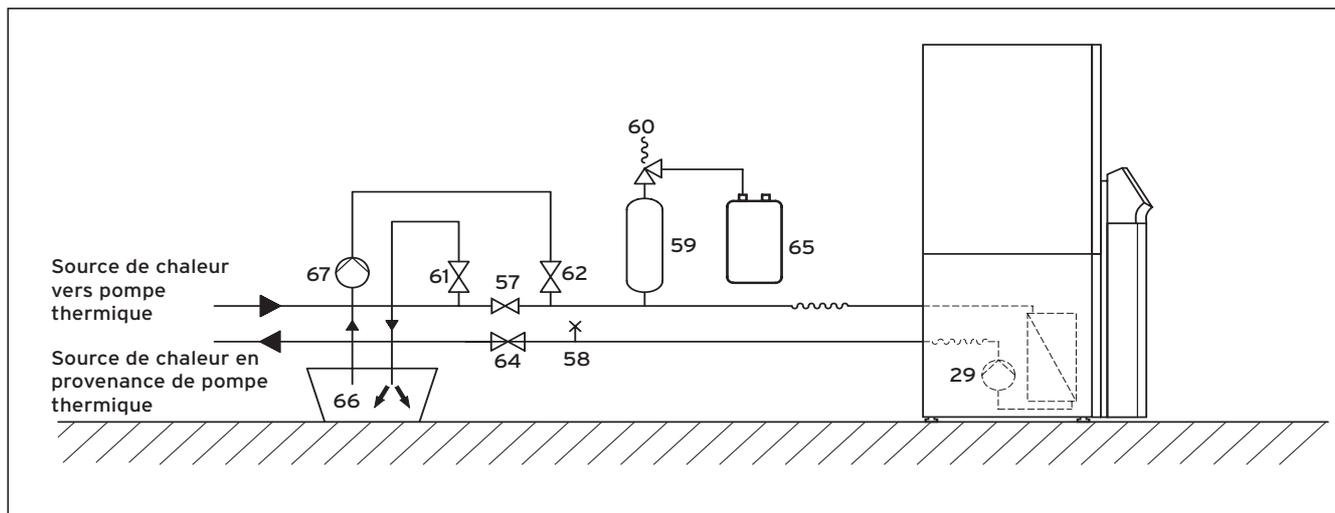

Fig. 5.4 Circuit d'eau glycolée
Légende de la fig. 5.4
- mélangez l'eau et le produit antigel à part, dans un récipient (p.ex. dans un bidon en plastique) en respectant la concentration prescrite (voir Fig. 5.4, pos. 66). Chaque mélange doit être minutieusement homogénéisé ;
- déversez ensuite le mélange glycolé du récipient (66) dans le système de source de chaleur. Pour ce faire, vous aurez besoin d'une pompe de remplissage (67) qui purge en même temps le circuit collecteur lors du remplissage. Nous vous recommandons d'utiliser la pompe de remplissage Vaillant (réf. 307 093). Raccordez la conduite forcée de la pompe à la vanne d'arrêt (62) ;
- fermez la vanne d'arrêt (57) ;
- ouvrez les vannes d'arrêt (62) et (64) ;
- ouvrez la vanne d'arrêt (61) et raccordez-y un tuyau plongeant directement dans le mélange glycolé.
- démarrez la pompe de remplissage (67) et remplissez le tuyau collecteur ;
- laissez tourner la pompe de remplissage (67) jusqu'à purge complète du tuyau de la vanne d'arrêt (61).
- Ouvrez la vanne d'arrêt (cf. fig. 5.4, pos. **57**) pour que l'air situé entre les soupapes d'arrêt (**61**) et (**62**) puisse s'échapper.